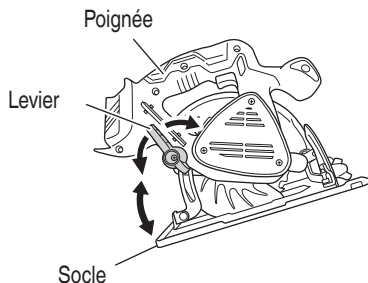

Fig. 8
6. Réglage de la profondeur de coupe (Fig. 8)
Si le levier qui permet de régler la profondeur de coupe (Fig. 8) est mal vissé, il y a risque de blessure. Bien vérifier qu'il est vissé à fond.